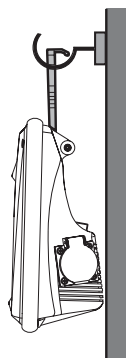

Fig. 9
3.1.3.1 Suspensão no gancho (ver fig. 9).